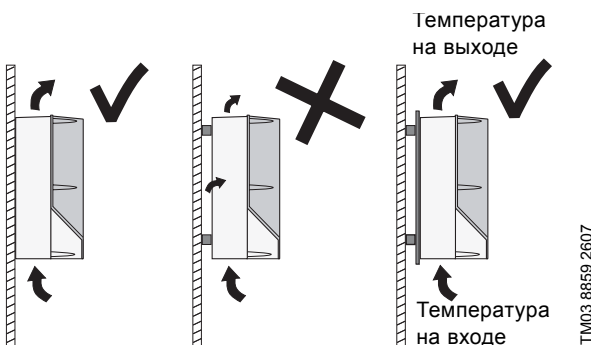

Рис. 36 Вешайте устройство CUE непосредственно на стену или устанавливайте на пластину
- Вешайте устройство CUE непосредственно на стену или устанавливайте на пластину. См. рис. 36.
ΔT - разность между температурой охлаждающего воздуха на выходе и на входе (температурой окружающей среды). См. рис. 36.